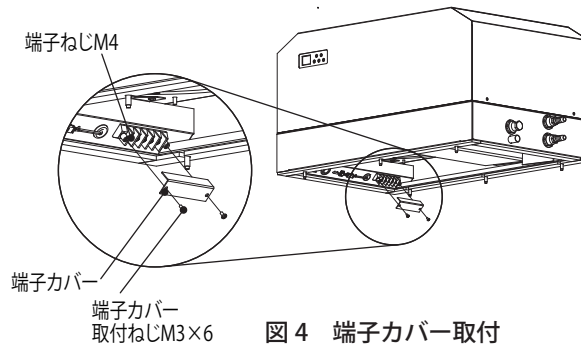

図4 端子カバー取付
2. 付属の端子カバー取付ねじ M3×6(2か所)にて、端子カバーを取り付けてください。(図4)